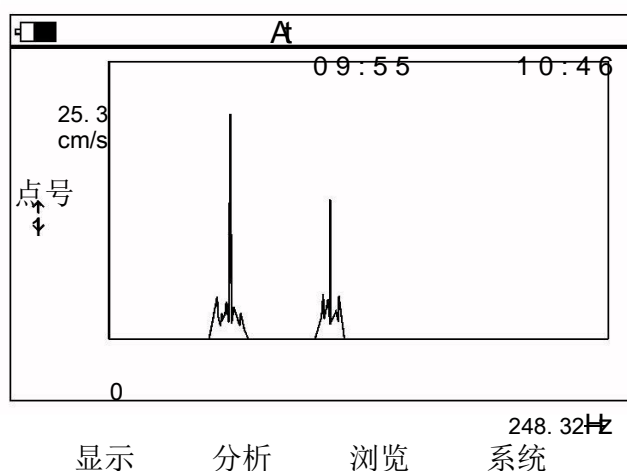

图 5-2 频谱图
对测量结果进行“诊断”时选择该项，仪器绘制频谱图如下图 5-2。
- 警戒值: 用户设置了警戒值, 仪器将绘制柱状图以便于用户对设备运行情况的好坏有着直观的认识。当被测值超过报警值时, 请求进入“诊断”, 液晶显示如图 5-2。
有普通型、专用型、频谱型。普通显示方式见表 5-1，例见图 5-8；专用显示方式见表 5-2，例见图 5-9；频谱显示方式见图 5-2。